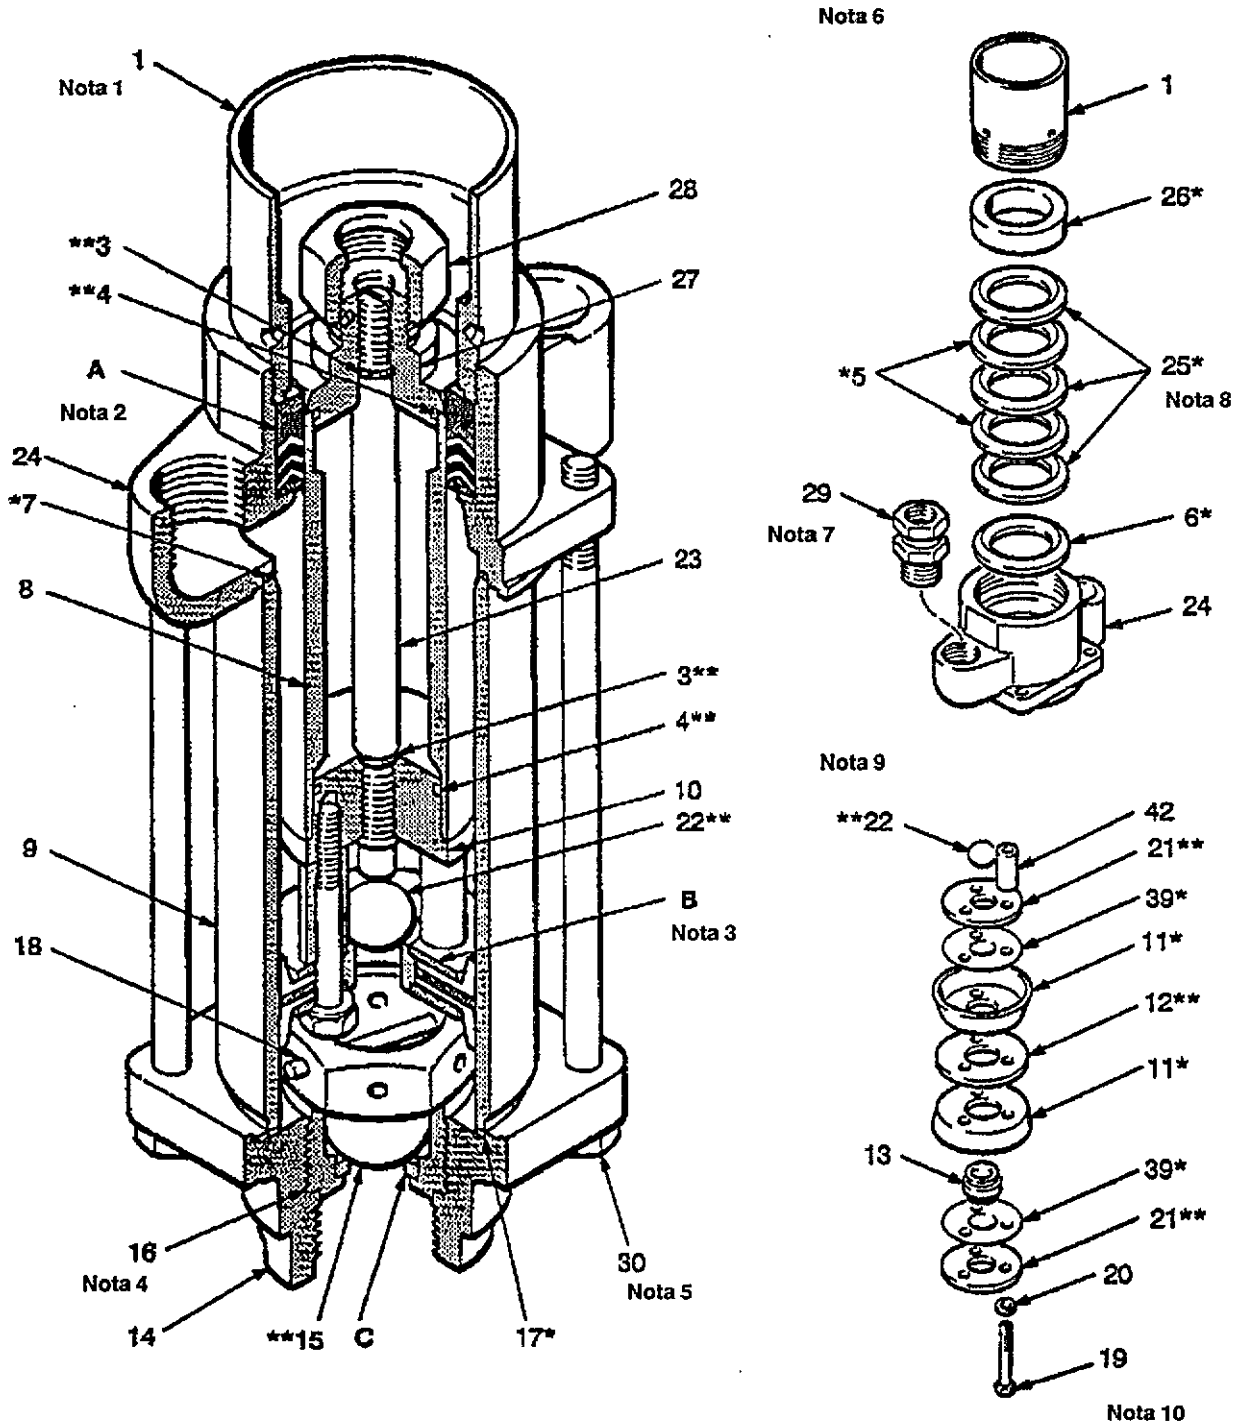

Fig. 1
Démontage (Voir Fig. 1)
Remontage (Voir Fig. 1)
2. S'il a été nécessaire de démonter l'ensemble de tige de piston, remonter les chapeaux supérieur et inférieur (27, 10) ainsi que la tige plongeante (23) sur la tige de piston (8). Visser la tige plongeante dans le chapeau inférieur jusqu'à ce qu'elle fasse saillie de la longueur voulue, que l'on a notée au point n° 12 de la procédure de Démontage.
3. Mettre en place l'anneau presse-joints mâle (6*), les joints en V (25* et 5*) et l'anneau presse-joints femelle (26*) dans le carter de sortie (24), ainsi qu'illustré au Détail A de la Fig. 1. Installer les joints en V un à la fois, leurs lèvres orientées vers le bas ; alterner les joints en polyéthylène ultra-haute densité (25*) avec ceux en cuir (5*).
4. Installer le joint (7*) dans le carter de sortie (24). Mettre l'écrou/coupelle de presse-étoupe (1) en place sans le serrer. Engager l'ensemble de tige de piston par le fond du carter de sortie et le pousser vers le haut jusqu'à ce que les filets du chapeau supérieur (27) se trouvent à peu près de niveau avec le sommet de l'écrou/coupelle de presse-étoupe.
5. Assembler le piston en plaçant une rondelle (20) sur chacune des trois vis (19). Placer une rondelle de piston (21) et un joint (39*) par-dessus les trois vis. Placer le siège de clapet de piston (13) au centre de l'ensemble de piston de telle sorte que sa lèvre vienne reposer contre le joint (39). Continuer à empiler les pièces sur les vis (19) dans l'ordre suivant : joint en coupelle (11*) orienté vers le bas, rondelle de renfort (12), joint en coupelle (11*) orienté vers le haut, joint de piston (39*) et rondelle de piston (21). Placer la bille de piston (22) sur le siège (13). Voir le Détail B de la Fig. 1.
6. Placer une entretoise de piston (42) sur chacune des vis (19). Appliquer de l'étanchéifiant à filetages sur les vis et visser l'ensemble de piston dans le chapeau inférieur (10). Serrer les vis (19) au couple de 27 à 34 N.m.
7. Guider avec précaution le cylindre (9) par-dessus l'ensemble piston/ tige de piston jusqu'à ce qu'il vienne reposer contre le carter de sortie (24).
8. Appliquer de l'étanchéifiant à filetages et visser l'ensemble arrêtoir et siège (16) sur le logement de clapet de pied (14). Installer le joint (17*) sur le logement de clapet de pied.
9. Placer la bille (15) sur le siège de l'ensemble de siège et arrêtoir (16). Installer la goupille d'arrêt de bille (18) dans le jeu de trous duquel elle avait été retirée. (Pour refaire le réglage de la course de la bille, voir la rubrique «Réglage des clapets de piston et de pied».)
10. Lubrifier les tirants (30) et installer une rondelle d'arrêt (31) sur chacun d'entre eux. Faire passer les tirants à travers le logement de clapet de pied (14) et les engager dans le carter de sortie (24). Serrer alternativement et en croix au couple de 22 à 25 N.m.
12. Remplir l'écrou/coupelle de presse-étoupe (1) au tiers de liquide TSL Graco ou d'un solvant approprié. Rebrancher tous les flexibles et remettre la pompe en service.